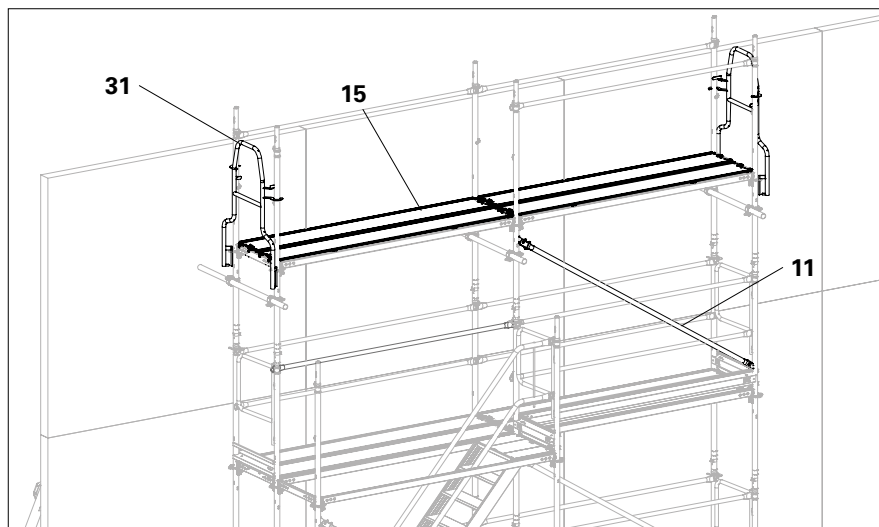
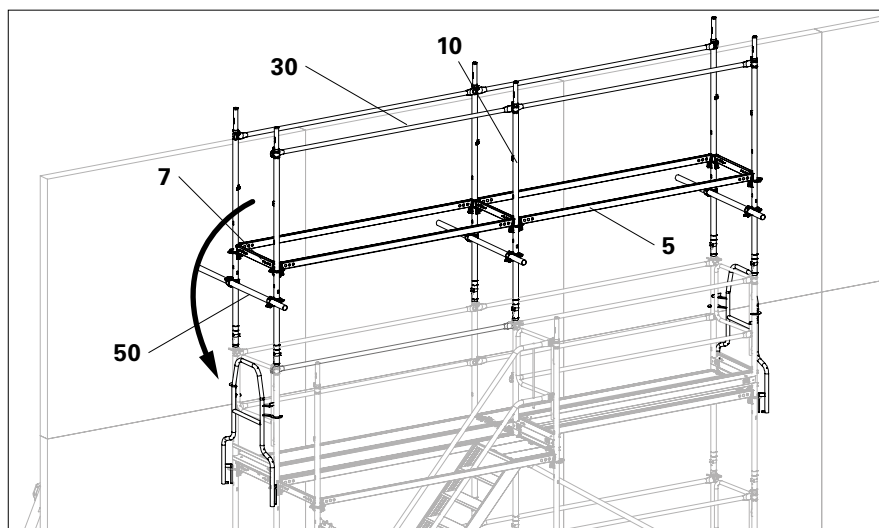

Abb. D1.07
Abb. D1.08
10. Vorl. Stirngeländer UPA-2 (**31**) ausbauen (Abb. D1.07) und in darunter liegender Lage montieren. (Abb. D1.08)
12. Längsdiagonale EBF (**11**) ausbauen. (Abb. D1.07)
15. Easystiele EVM 200 (**10**) zusammen mit Geländerholmen EPG (**30**) ausbauen. (Abb. D1.08)